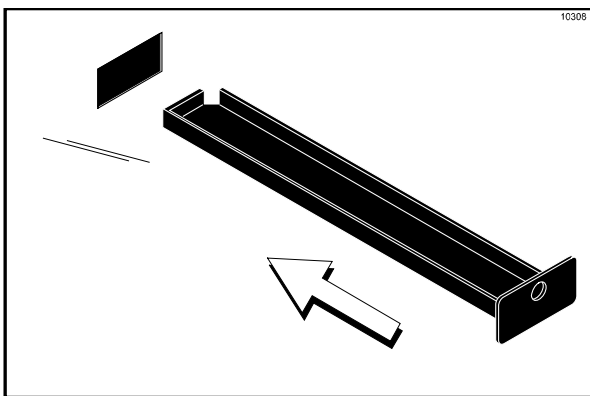

Figure 142
17. Glisser les deux petits bacs ramasse-gouttes dans les espaces du panneau arrière. Glisser les deux bacs ramasse-gouttes à encoches dans les panneaux latéraux droit et gauche (Cf. Figure 142).